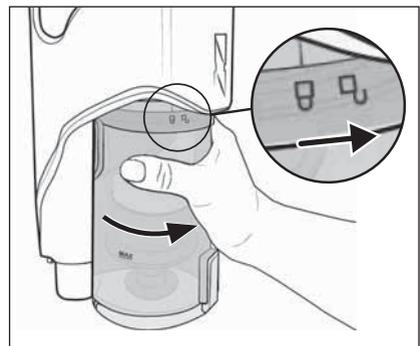

Fig. 28
- 8) Remettez le bac à poussière **7** dans l'appareil et tournez-le en direction du symbole  (fermer) jusqu'à ce qu'il soit bien en place dans l'appareil (voir fig. 28).